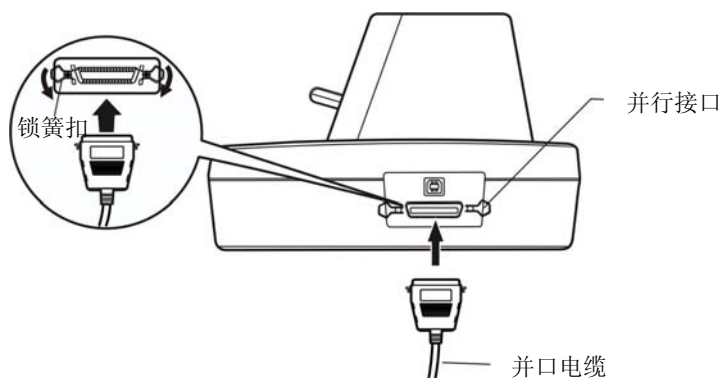

图 2-11 连接并行接口电缆
1. 关闭计算机与打印机的电源。将并口电缆插头连接到打印机的并行接口，扣上连接器两侧的锁簧扣，使插头固定（如图 2-11 所示）。